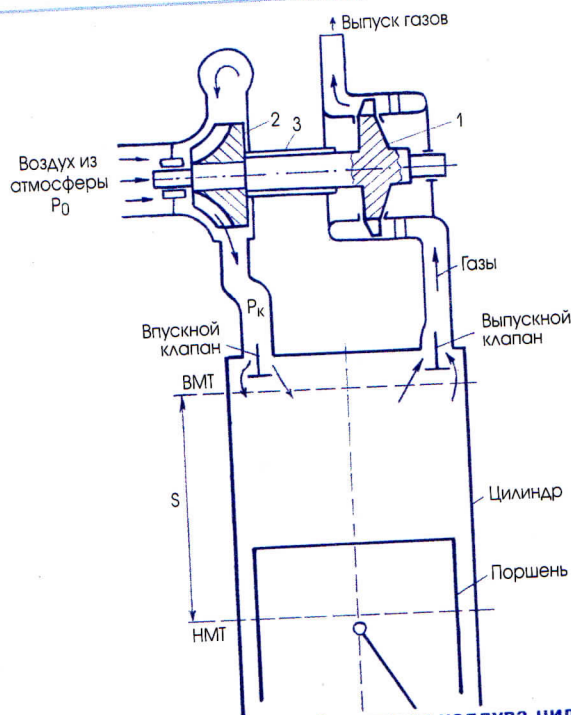

Рис. 5. Схема газотурбинной системы наддува цилиндра четырехтактного дизеля:
Другая группа блокировочных контактов размыкается в цепях питания индикаторов «ТД1» — «ТД6» (см. рис. 5) (см. цепи сигнализации на вкладке), которые гаснут, сигнализируя о включении быстродействующих выключателей. После этого выключатель S19 (S20) «Возврат защиты» можно отпустить.
**Газотурбинный наддув.** Нагнетателем такой системы служит турбокомпрессор, который в отличие от приводной системы наддува, рассмотренной выше, не имеет механической связи с коленчатым валом дизеля. Турбокомпрессор (рис. 5) состоит из двух основных агрегатов: осевой газовой турбины 1 и центробежного компрессора 2, объединенных общим корпусом 3 и работающих на один вал.
При газотурбинном наддуве эта тепловая энергия направляется к газовой турбине 1 (см. рис. 5), где, расширяясь на лопастях, выхлопные газы обеспечивают вращение лопастного колеса турбины. То есть тепловая энергия выхлопных газов на лопатках газовой турбины преобразуется в механическую энергию вращения ротора и, соответственно, общего вала турбокомпрессора. Центробежный компрессор 2, имеющий привод от общего вала турбокомпрессора, засасывает воздух из атмосферы, сжимает его, увеличивая массу, и под избыточным давлением (давлением наддува  $P_k$ ) направляет его к впускным клапанам (или продувочным окнам) цилиндра дизеля (см. рис. 5).